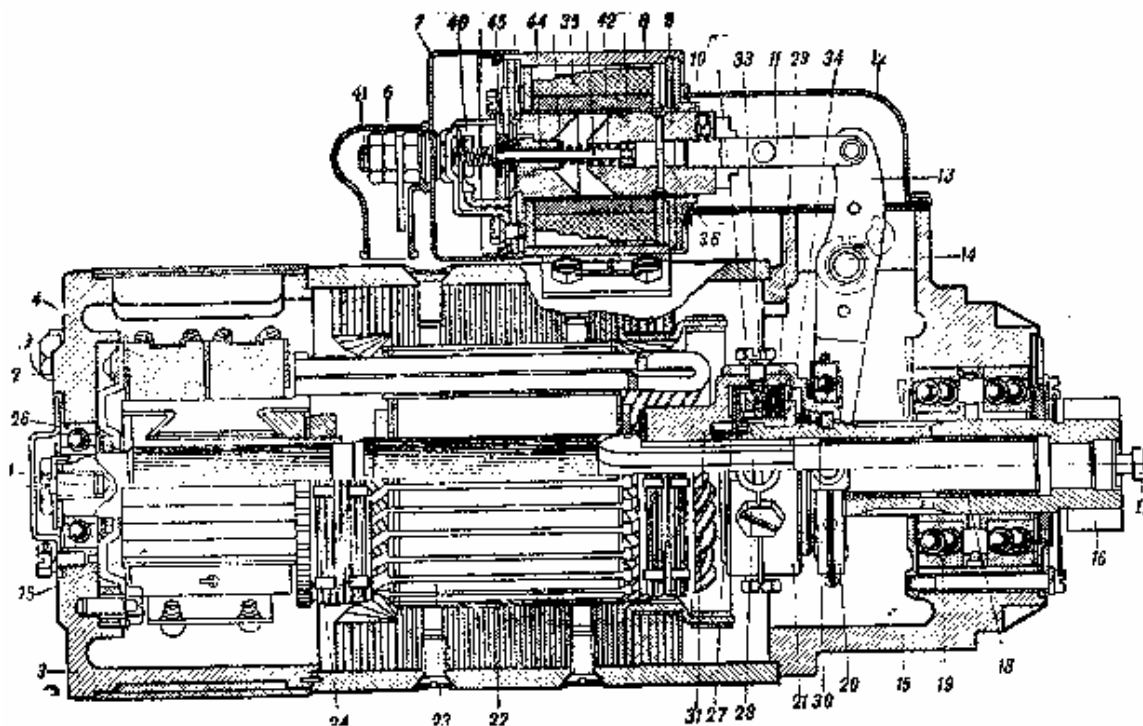

Рис. 149. Продольный разрез стартера СТ-700:
Состоит стартер из следующих основных частей (рис. 149):
Якорь 23 (см. рис. 149) состоит из пакета пластин из листовой стали, имеющего 27 полузакрытых пазов и напрессованного на вал. В пазы заложены секции из шинной меди, изолированные от стенок паза и одна от другой изоляционными прокладками. На лобовые части надеты бандажи 24. На вал насажен коллектор 25 с 27 коллекторными пластинами, изолированными одна от другой и от стягивающих стальных колец миканитовой изоляцией. Нажимные кольца затянуты гайкой. Коллектор напрессован на вал. Секции якоря спаяны с петушками коллектора.
С внутренней стороны крышки коллектора (см. рис. 149) укреплен траверза с четырьмя щёткодержателями и спиральными нажимными пружинами. Одна пара щёток 4 изолирована от массы. При сборке стартера её присоединяют к выводам от катушек возбуждения. Другая пара щёток замкнута через траверзу на массу.
Фрикционная муфта свободного хода 21 (см. рис. 149) служит для отъединения якоря стартера от шестерни после начала работы двигателя. Муфта состоит из пакета фрикционных дисков: четырёх ведущих 29 с наружными выступами и пяти ведомых 33 с внутренними выступами.
После включения пускового реле электрический ток проходит через неподвижный контакт 41 (см. рис. 149) в силовую и шунтовую обмотки реле 35.
С этого момента стартер, развивая полный крутящий момент, начнёт вращать маховик двигателя. Фрикционная муфта свободного хода при этом заклинит бронзовой гайкой 34 (см. рис. 149) с трёхзаходной червячной нарезкой. При передаче усилий от якоря стартера к маховику гайка сожмёт пакет фрикционных дисков и тем самым обеспечит передачу крутящего момента от стартера к маховику.
- а) вдвигают якорь 9 (см. рис. 149) реле до упора и на поверхность его наносят риску А;